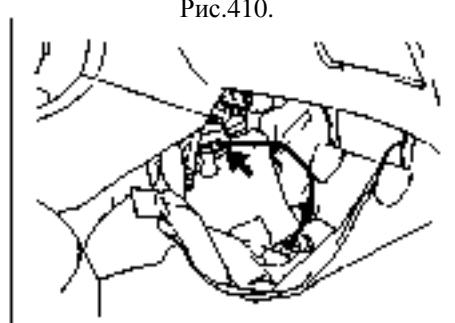

Рис.410.
8. Снимите трос переднего стояночного тормоза (рис.410).